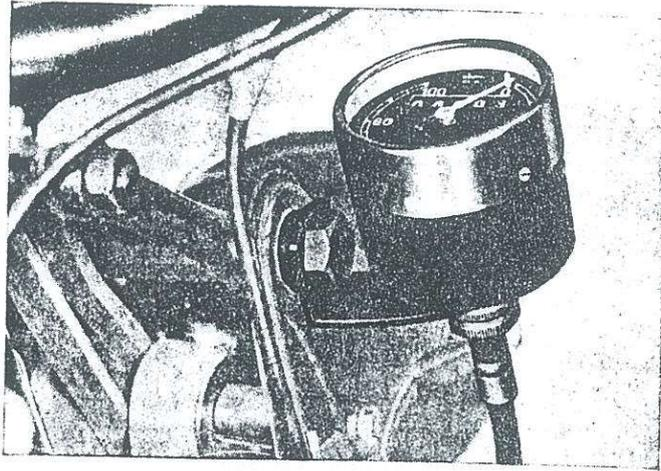

Bild 166. Anbau des Geschwindigkeitsmessers an der Gabel
15. Mutter des Gabelbolzens Nr. 146613-1 lösen und dafür Zwischenscheibe Nr. 09322, Halter Nr. 09317 und Sondermutter Nr. 09321 aufschrauben (Bild 166).